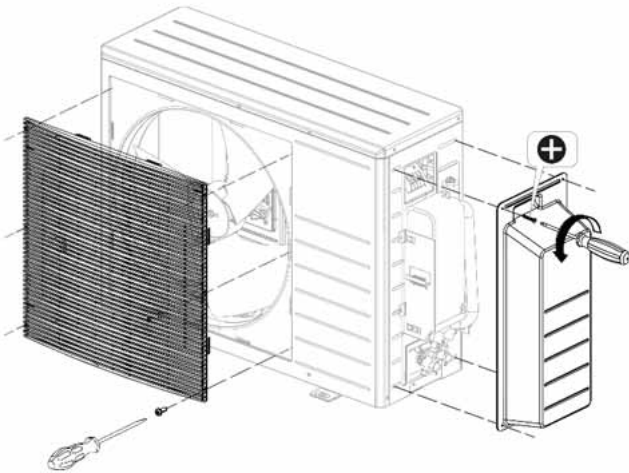

Abb. 45: Demontage des Gitters und der Seitenverkleidung
- ➔ Demontieren Sie die Seitenverkleidung gem. Abb. 45.